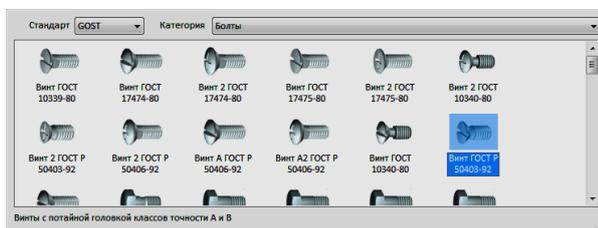

Рис. 90. Окно выбора болтов и винтов
8. Перейдите в поле для добавления деталей из базы и щелкните мышью на кнопке «Щелкните, чтобы добавить крепеж». На экране появится окно для выбора болтов и винтов. Выберите «Винт ГОСТ Р 50403–92» и щелкните дважды на ней мышью (рис. 90).